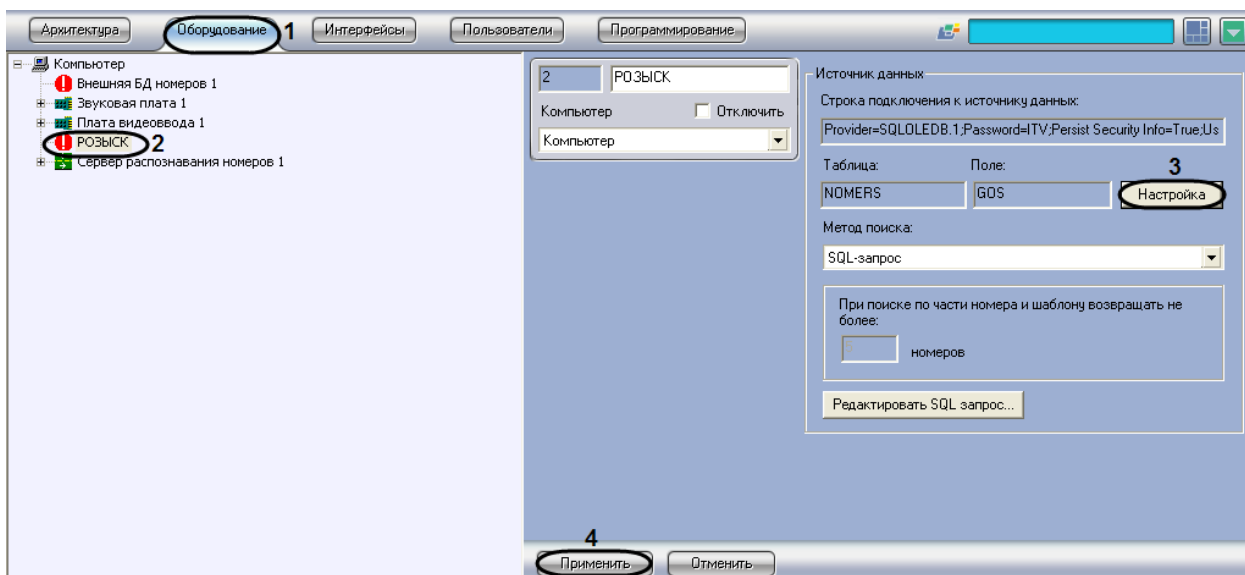

Рис. 7.5-8. Присвоение названий столбцам таблицы, содержащей номера транспортных средств
1. Перейти на вкладку «Оборудование» диалогового окна «Настройка системы» (Рис. 7.5-8, 1).
2. Выбрать в дереве объект «Внешняя БД номеров» (Рис. 7.5-8, 2).
3. Нажать кнопку «Настройка» (см. Рис. 7.5-8, 3).
9. Нажать кнопку «Применить» (см. Рис. 7.5-8, 4).